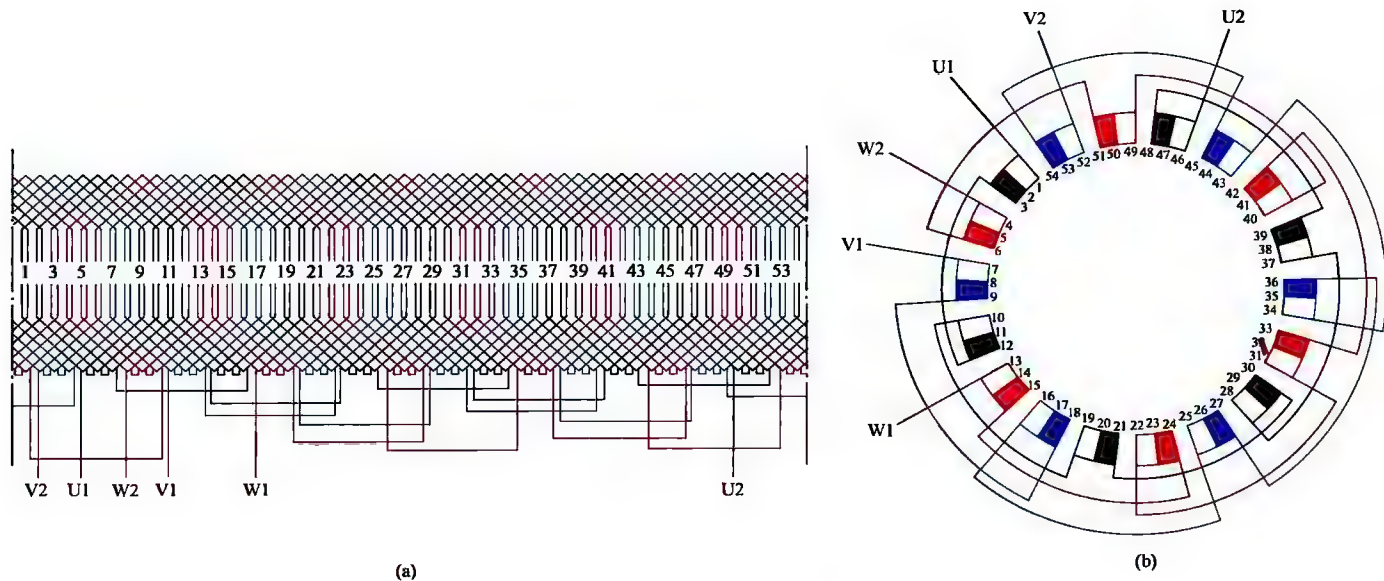

图 1-66 三相 6 极 54 槽双层叠绕组 1 路接法
66. 三相 6 极 54 槽双层叠绕组 1 路接法展开图与接线圆图 (见图 1-66)